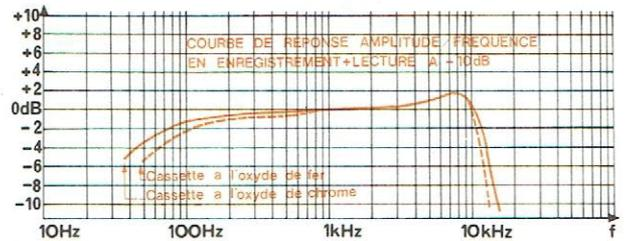

Fig. 28
### 1° - COURBE DE REPONSE (Fig. 28)
- Relever les tensions aux fréquences de mesures. La figure 28 représente l'allure de la courbe de réponse. Procéder de façon identique avec une cassette à oxyde de chrome.